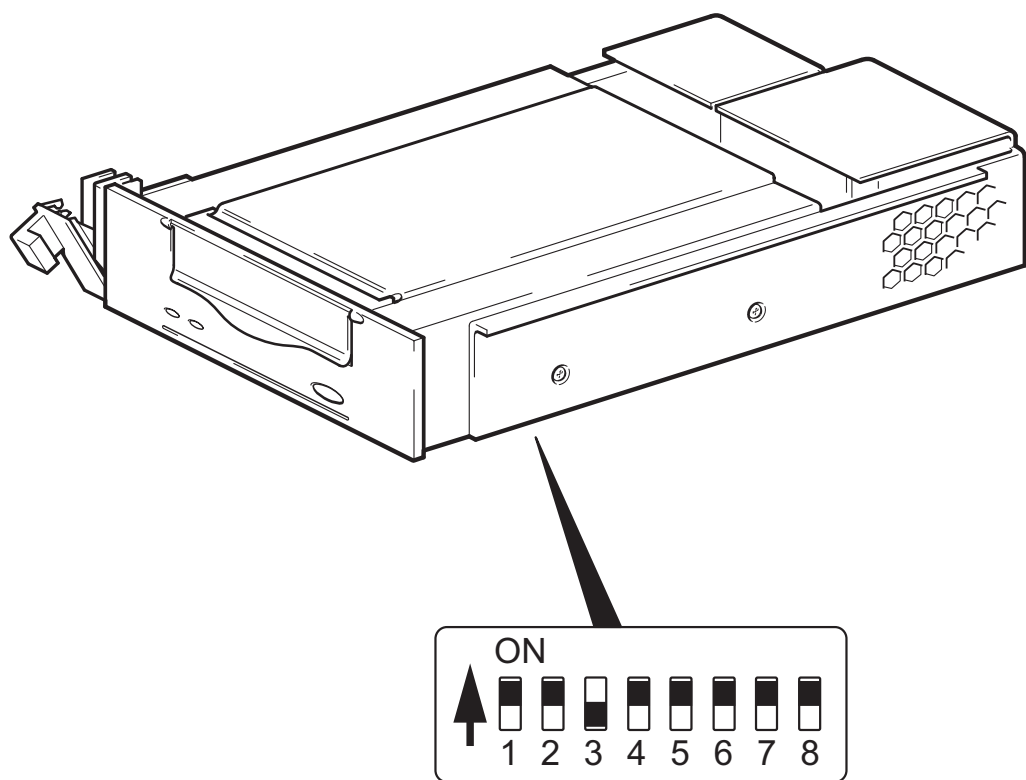

図 3: UNIX コンフィグレーション・スイッチの確認
- 2 UNIX の設定に必要な場合、テープ・ドライブの下側にあるコンフィグレーション・スイッチを、図 3 に示されているデフォルト設定から変更します。